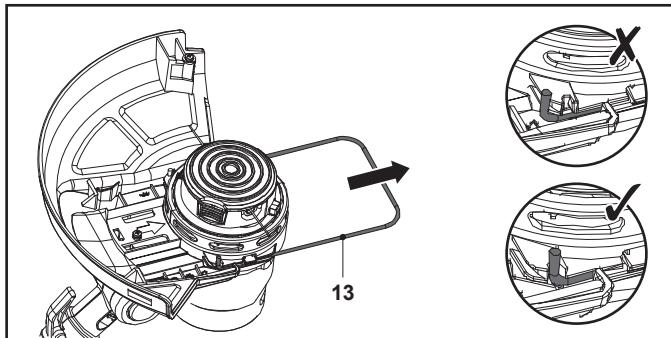

Fig. 10, posición de recorte/bordeado
1. Tire del protector de plantas (13) hacia fuera hasta que encaje en su sitio para la operación de recorte/bordeado (Fig. 10).